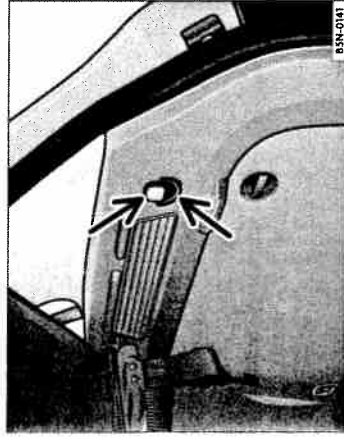

Fig. 104 În portbagaj: Cârligele și inelele pentru susținerea genților.
- Apăsați în jos pe cârlig ⇒ fig. 104 (săgeata), pentru a rabata în jos cârligul sau
- Apăsați în sus pe cârlig ⇒ fig. 104 (săgeata), pentru a rabata în jos inelul.